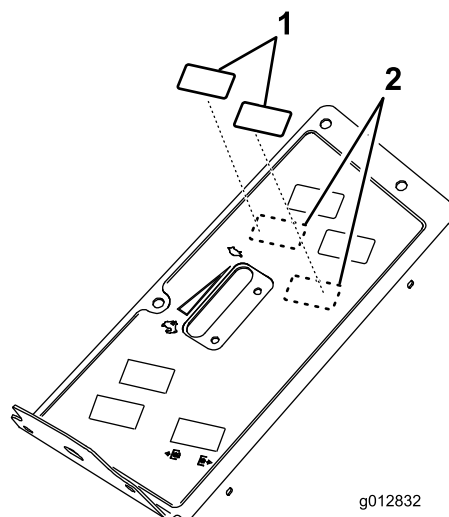

Figure 28
7. Localisez et retirez les 2 caches défonçables au sommet du panneau de commande (Figure 28).